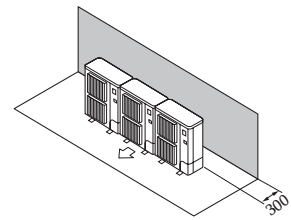

Fig. 2-9
- ① Խոչընդոտներ հետևում (Fig. 2-9)